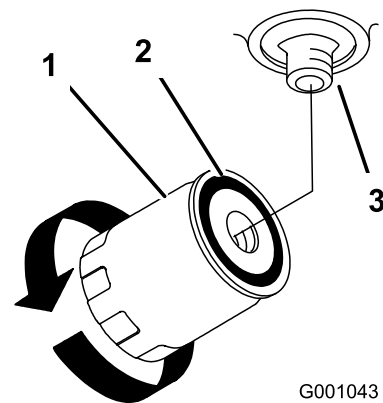

Bild 75
7. Ölen Sie die Gummidichtung am Ersatzfilter leicht mit Frischöl ein (Bild 75).
9. Füllen Sie den Hydraulikbehälter mit Hydraulikflüssigkeit, bis die Flüssigkeit über den Filter läuft. Drehen Sie den Ölfilter dann nach rechts, bis die Gummidichtung den Filteradapter berührt. Ziehen Sie den Filter dann um eine weitere halbe Umdrehung fest (Bild 75).